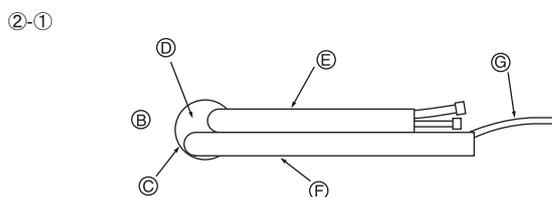

Fig. 3-5
②-① Για πίσω αριστερή σωλήνωση, τραβήξτε τους σωλήνες να βγουν από την οπή για να μετρήσετε σωστά το μήκος τους, μετά λυγίστε τους. Η εσωτερική μονάδα πρέπει να κρέμεται από τη βάση της που είναι τοποθετημένη στον τοίχο. (Fig. 3-5)